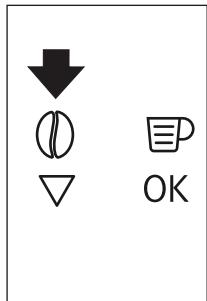

Fig. 15
- ▶ Apăsați pe pictograma ☶ (B4) (Fig. 15) și selectați funcția de cafea pre-râşnită.